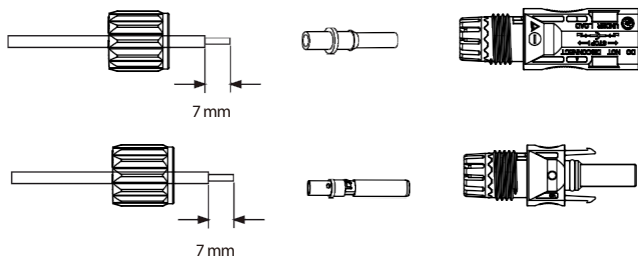

Imagen 5.3 Desmonte la tuerca de sombrero del conector
a) Pele el aislamiento del cable fotovoltaico 7 mm, desmonte la tuerca de sombrerete del conector, pase un cable fotovoltaico por la tuerca de sombrerete del conector (véase la imagen 5.3). Repita esta operación con todos los cables fotovoltaicos, prestando especial atención a la polaridad del conector.